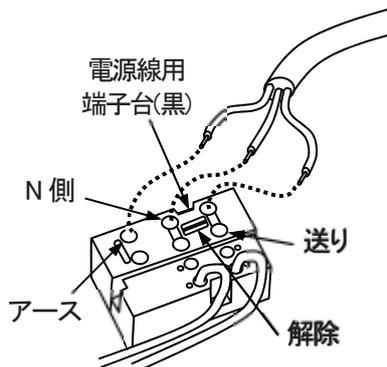

図2 電源線、アース線の接続
- ・電源線(VVF線)、アース線を電源線用端子台に確実に差し込み接続する。(図2参照)